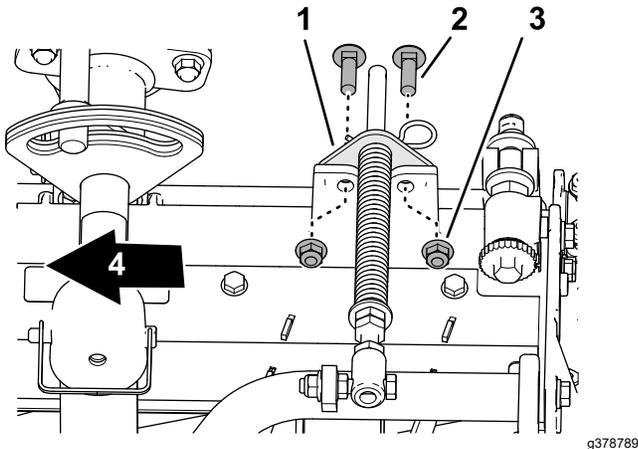

図 14
5. ターフ補正器ブラケットの穴を、カuttingユニットのフレームの穴に合わせる 図 14。